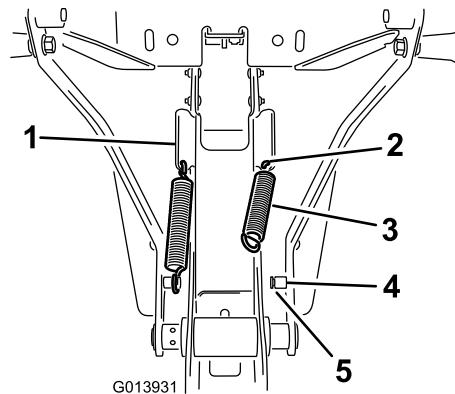

Figure 8
- Accrochez un côté du ressort dans le trou de la patte oblique et accrochez l'autre côté sur l'ergot (Figure 8).
- Veillez à engager correctement l'extrémité du ressort dans la rainure de l'ergot (Figure 8).
- Accrochez le ressort dans le trou inférieur de la patte inclinée sur le côté du cadre (Figure 8).